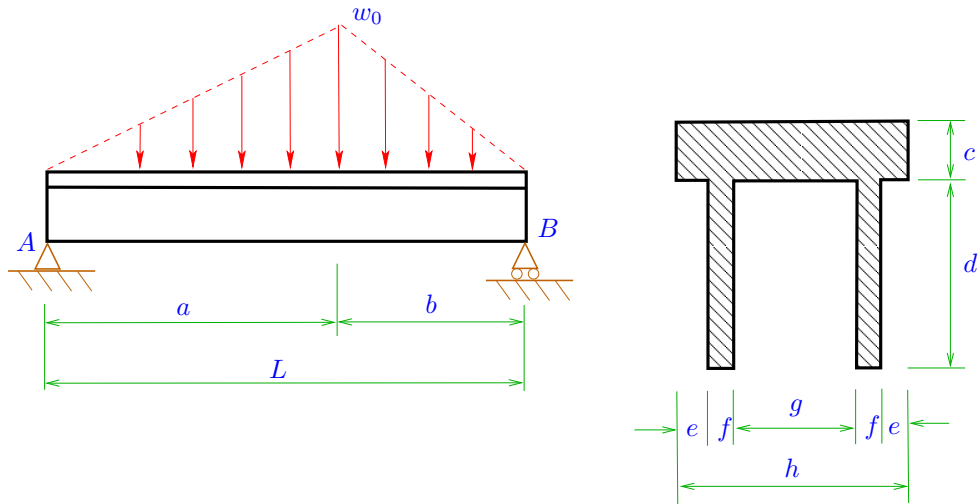

Figura 3: Viga en corte.
3. (20 puntos) Para la viga mostrada en la Figura 3 (izquierda), considerando la vista en detalle (ampliada) de la sección en el lado derecho de la figura, determine el valor del esfuerzo de corte debido a la máxima fuerza interna de corte en la posición del eje neutro.